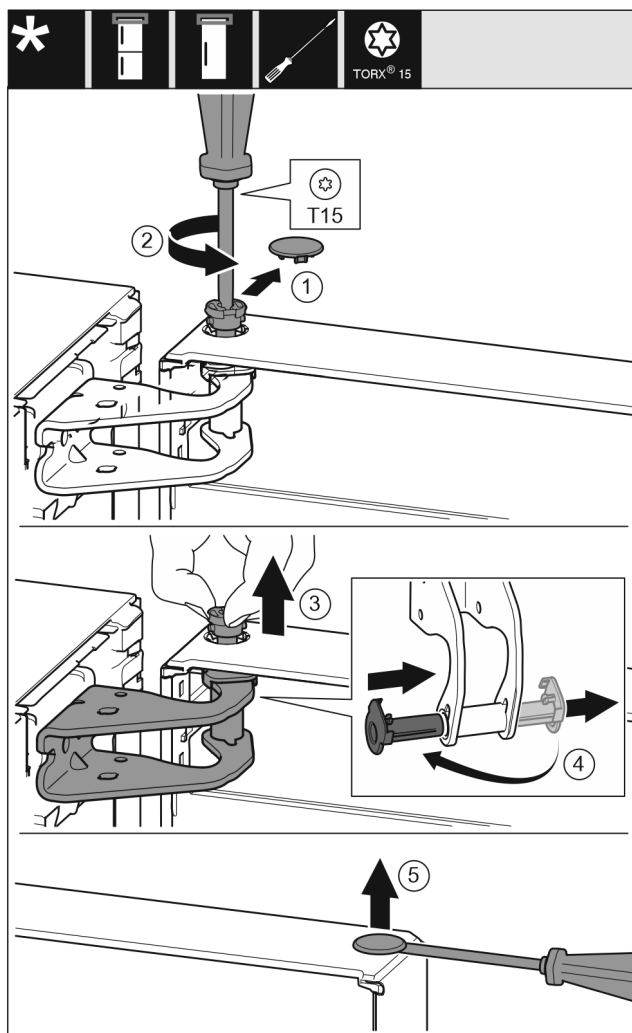

Fig. 10
- ▶ Estrarre con cautela la copertura di protezione. Fig. 10 (1)
- ▶ Con un cacciavite T15 svitare un po' il perno. Fig. 10 (2)
- ▶ Tenere ferma la porta ed estrarre il perno con le dita. Fig. 10 (3)
- ▶ Estrarre la boccola dalla guida. Inserire dall'altro lato e innestare. Fig. 10 (4)
- ▶ Con un cacciavite a testa a intaglio sollevare con cautela i tappi a vite dalla boccola della porta ed estrarli. Fig. 10 (5)